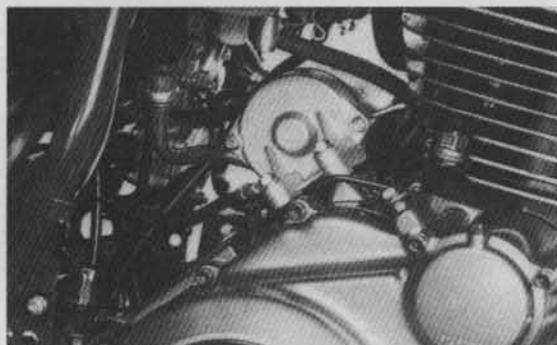

Bild 72
- Ölleitung (Bild 72) demontieren: Zwei Sechskant-Hohlschrauben SW 12 ausdrehen und Leitung samt Kupferdichtringen abnehmen.